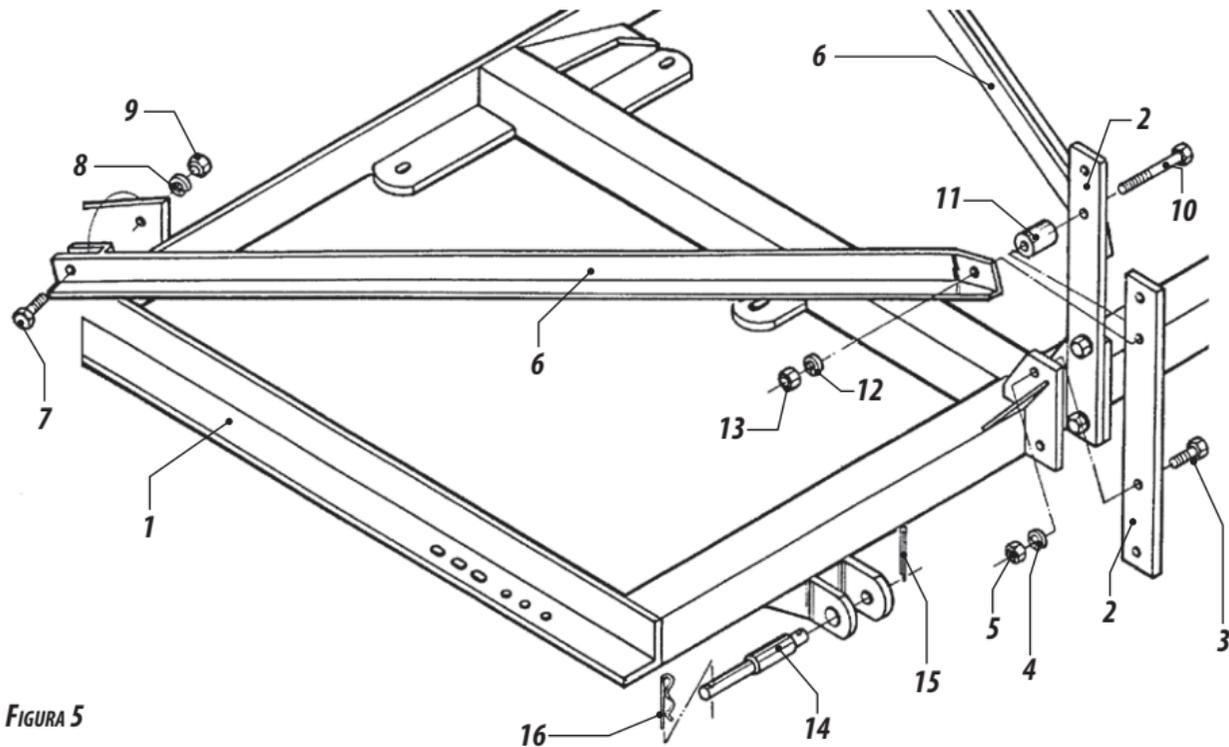

FIGURA 5
- Montar na armação item 1 *figura 5* as chapas de engates item 2 através dos parafusos item 3, arruela item 4 e porca item 5.
- Montar os braços direito e esquerdo de regulagem item 6 no montante item 1 através do parafuso item 7, arruela item 8 e porca item 9 na parte traseira do mesmo e nas chapas de engate item 2 através do parafuso item 10, bucha epaçadora item 11, arruela item 12 e porca item 13.
- Introduzir o pino de engate item 14 entre as chapas inferiores de engate e travá-lo com o contrapino item 15 e trava item 16.